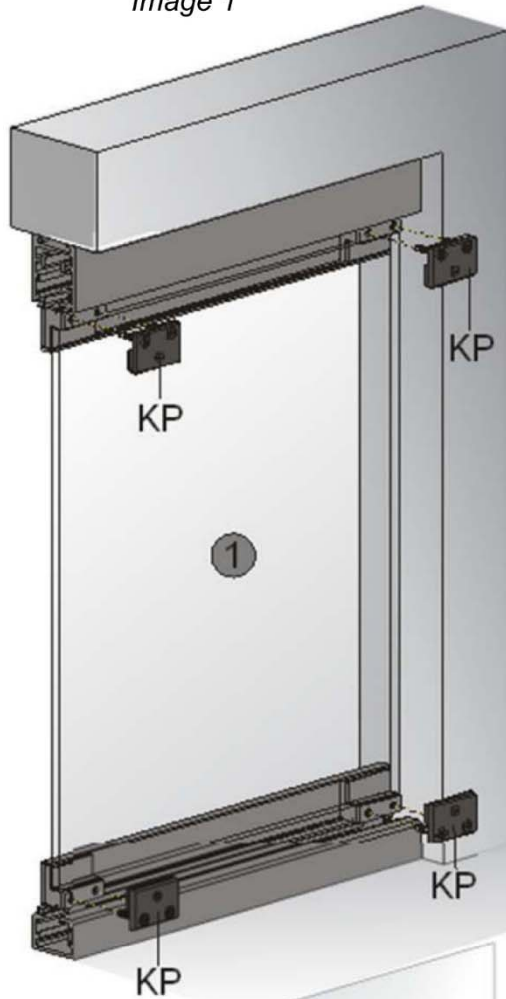

Bild 3
6. Blenden BO und BU einclipsen (siehe Bild 3).